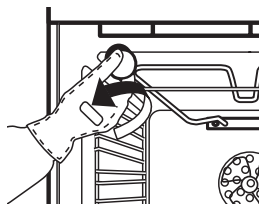

Fig. 5
- Deșurubați capacul becului (Fig. 5), înlocuiți becul (vezi nota despre tipul becului) și înșurubați la loc capacul becului.